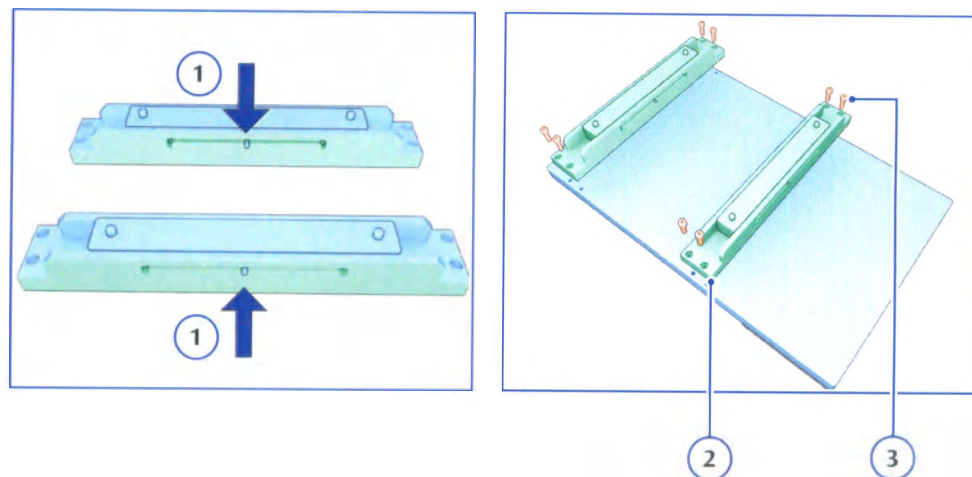

Рис. 7.33 Соединительные опоры в нижней части STARCHECK maxі MR
- 4 Прикрепите соединительные опоры к нижней части STARCHECK taxī MR (см. Рис. 7.33).